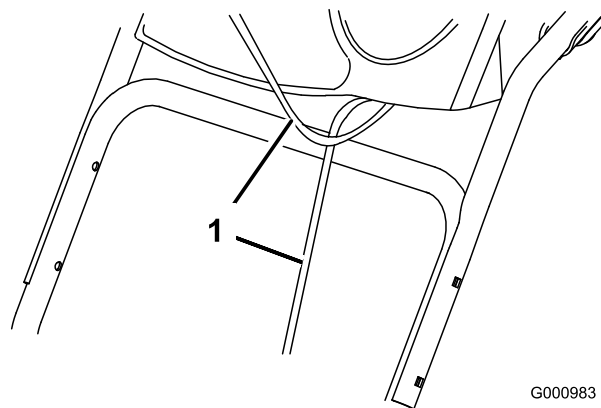

Figura 3
1. Eleve y gire el manillar superior y colóquelo sobre el manillar inferior (Figura 3).